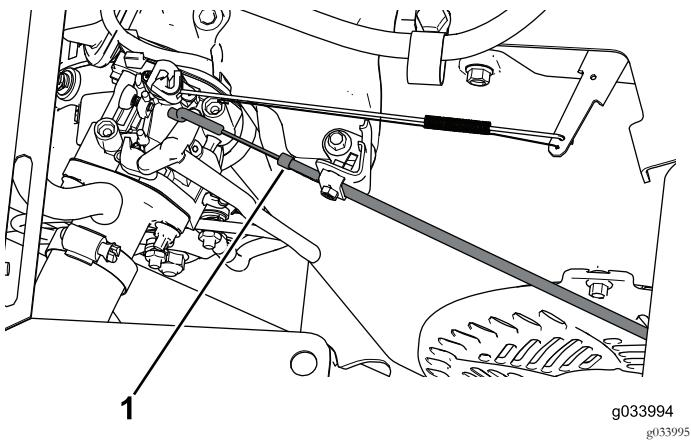

Рисунок 11
- Отсоедините трос воздушной заслонки от двигателя (Рисунок 11).